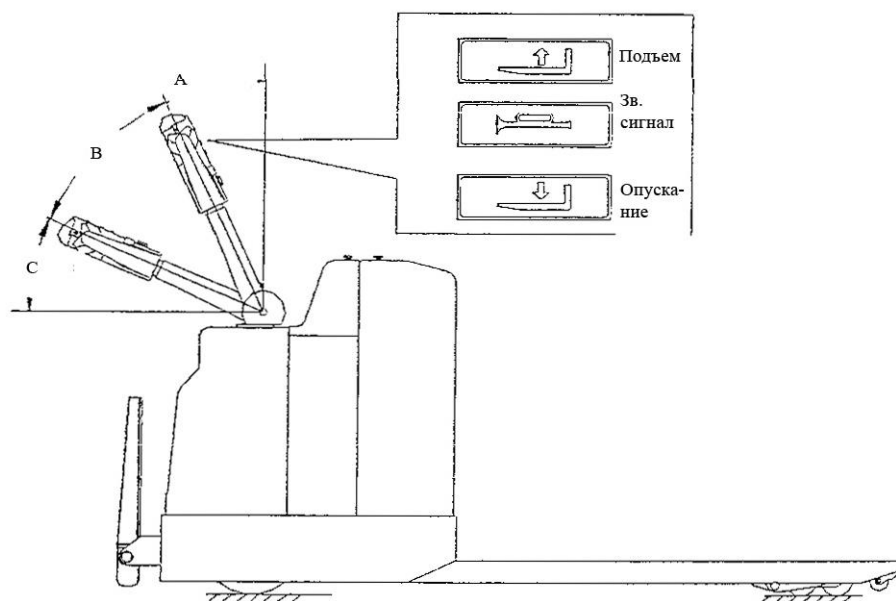

Рис. 2
5.1.3 Проверьте работу тормоза перевозчика, функции подъема, опускания, движения передним и задним ходом. Проверьте работу аварийной функции обратного хода способом, указанным на рис. 2.
Передвиньте рукоятку управления в сектор А или С, в соответствии с рис. 2, и нажмите кнопку подъема/опускания на рукоятке, чтобы убедиться, что эти функции работают нормально.
Передвиньте рукоятку в сектор В, как показано на рис. 2, и нажмите аварийную кнопку обратного хода в верхней части рукоятки, чтобы убедиться, что перевозчик будет двигаться вперед.
5.2.1 Примечание: электромагнитный (**ручной**) тормоз установлен на торце вала электродвигателя ведущего колеса, а эксцентрик и переключатель точного перемещения – на вращающемся валу поворотного рычага. Как только поворотный рычаг окажется под углом $30^{\circ} \pm 20^{\circ}$ (см. рис. 2), на перевозчик подается питание и он готов к работе. Если угол больше или меньше указанного диапазона, питание не подается, а перевозчик застопорен. В данном положении перевозчик может осуществлять подъем груза, но не движение. Как показано на рис. 2, если рукоятка управления находится в секторе А или С, перевозчик может выполнять подъем или опускание, но не движение (транспортировку); если рукоятка управления находится в секторе В, перевозчик может только двигаться, но не выполнять функции подъема или опускания. Рабочие положения рукоятки не будут описаны более подробно. Рукоятка должна быть в секторах А или С, если перевозчик поднимает или опускает груз и в положении В - для транспортировки груза и движения.